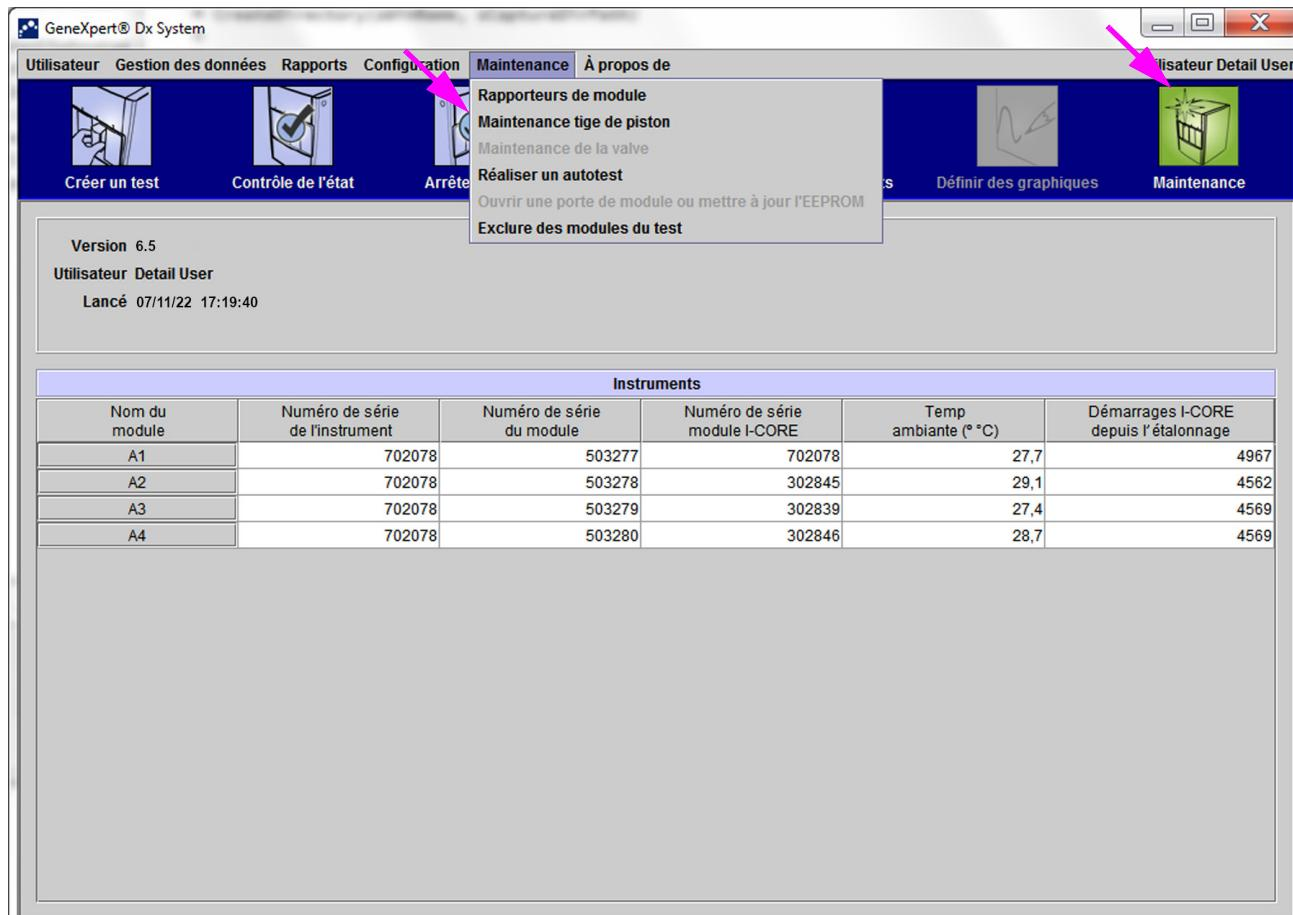
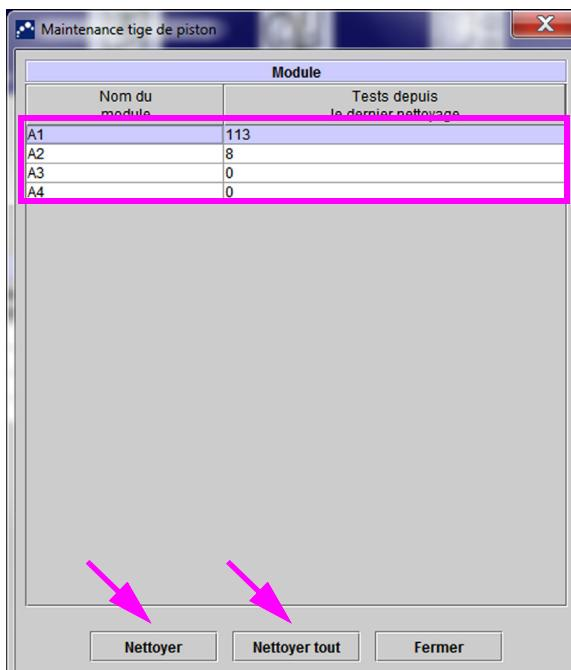
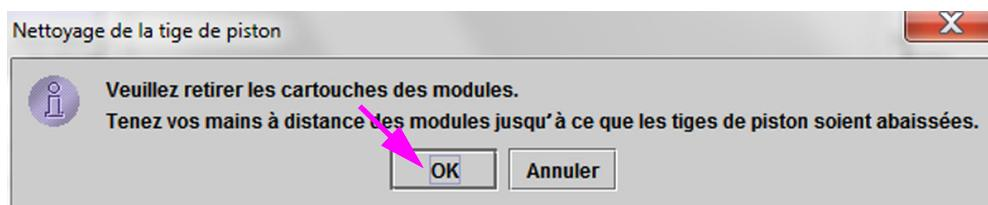

Figure 9-2. Fenêtre GeneXpert Dx System
Figure 9-3. La boîte de dialogue Maintenance tige de piston
Figure 9-4. Boîte de dialogue Nettoyage de la tige de piston
2. Dans la fenêtre GeneXpert Dx System, cliquez sur l'icône **Maintenance** (cf. Figure 9-2). L'écran **Maintenance** s'affiche.
3. Cliquez sur **Maintenance** dans la barre de menus (cf. Figure 9-2), puis sélectionnez **Maintenance tige de piston**. La boîte de dialogue **Maintenance tige de piston** s'affiche. Voir Figure 9-3.
4. Dans le tableau **Module**, sélectionnez le(s) module(s) à nettoyer, puis sélectionnez **Nettoyer** ou **Nettoyer tout** (cf. Figure 9-3). La boîte de dialogue Nettoyage de la tige de piston s'affiche (cf. Figure 9-4).